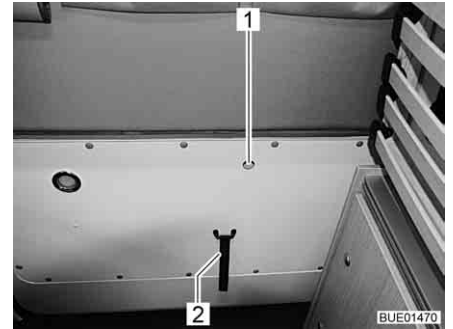

Fig. 36 Déverrouillage du portillon arrière, intérieur
- Tirer le petit levier dans l'ouverture (Fig. 36,1) du doigt vers le haut et pousser simultanément le portillon arrière.
- Saisir le bord du portillon arrière ou la boucle (Fig. 36,2) et fermer le portillon.